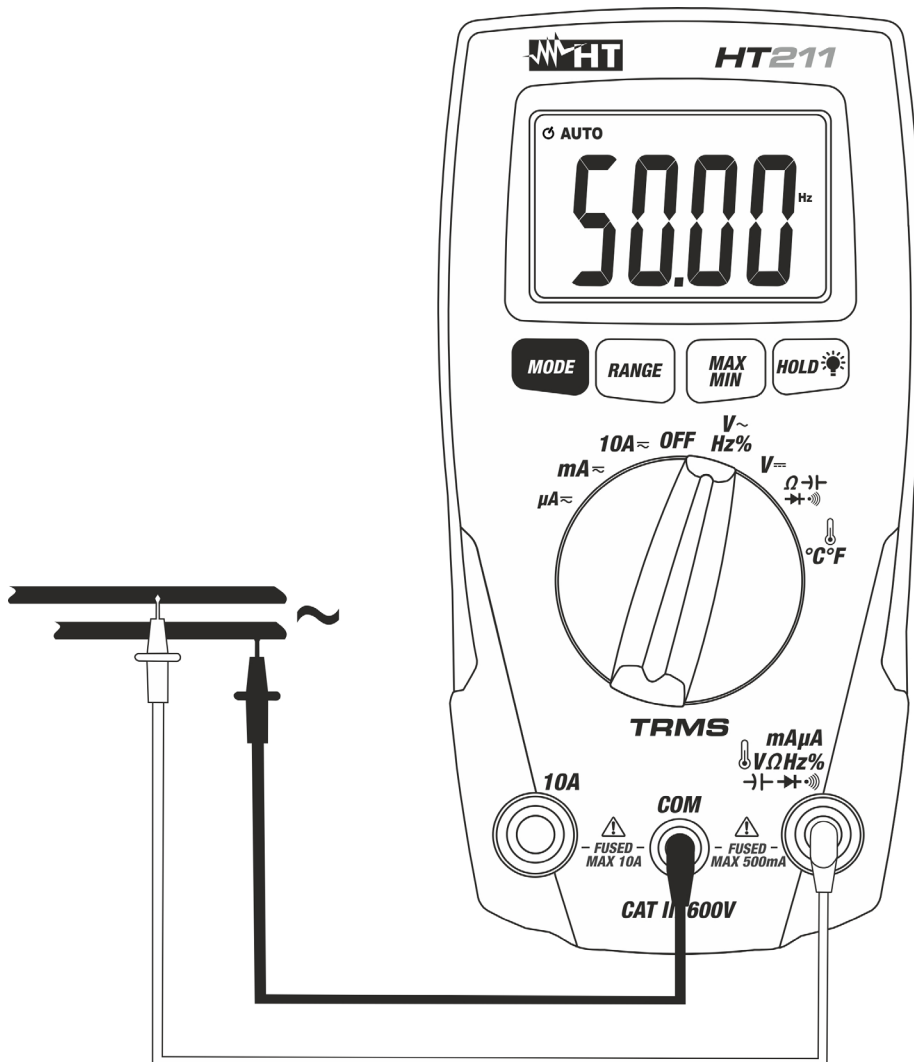

Fig. 4: Utilisation de l'instrument pour la mesure de Fréquence et Duty Cycle
4. Positionner l'embout rouge et l'embout noir dans les points du circuit sous test (voir Fig. 4). La valeur de fréquence apparaît à l'écran